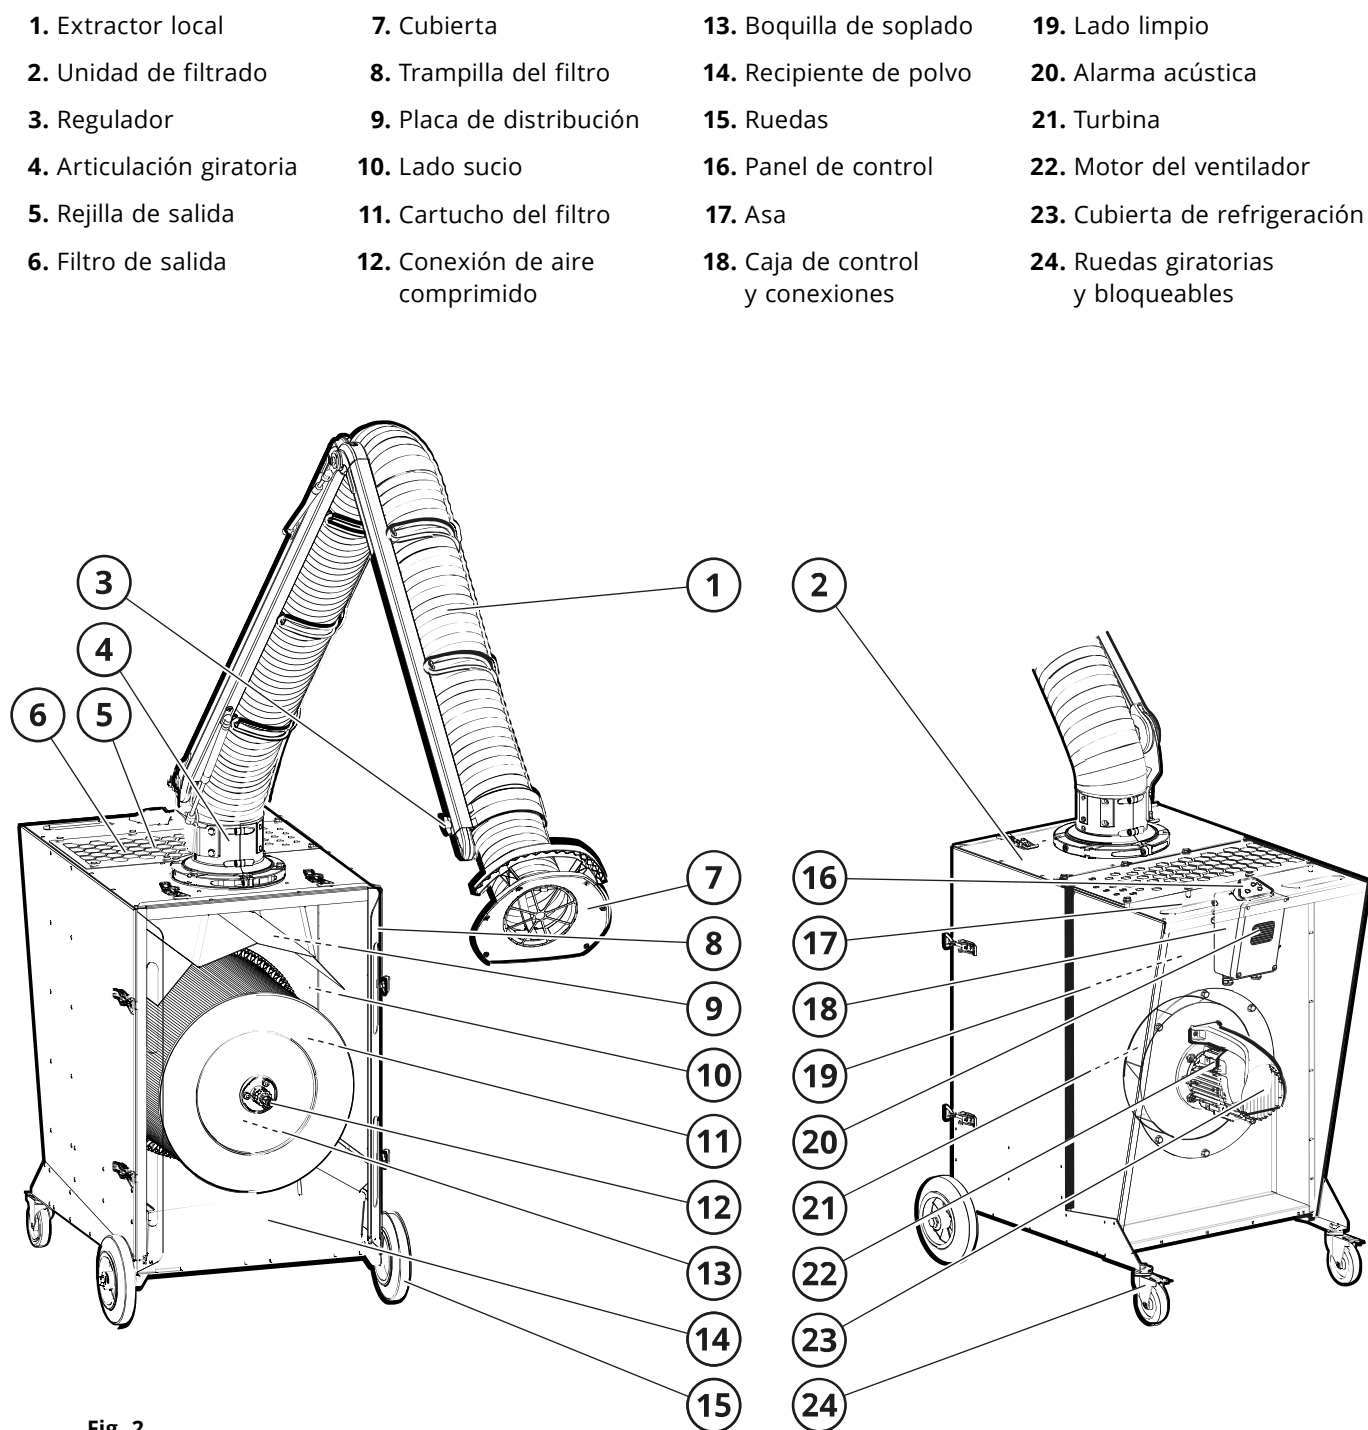

Fig. 2
Consulte la Fig. 2.
El aire contaminado se aspira a través del extractor local (1, **Fig. 2**) al lado sucio de la máquina (10), donde el aire se limpia a través del cartucho del filtro (11). El grado de filtrado es de $\geq 99\%$ para la contaminación por humo y polvo de soldadura de aceros de alta aleación, como, por ejemplo, acero con un contenido de níquel y cromo del 30 %. A continuación, el aire limpio se aspira a través de la turbina (21) y se pasa luego desde el lado limpio de la unidad de filtrado (19) a través de la rejilla de salida (5).